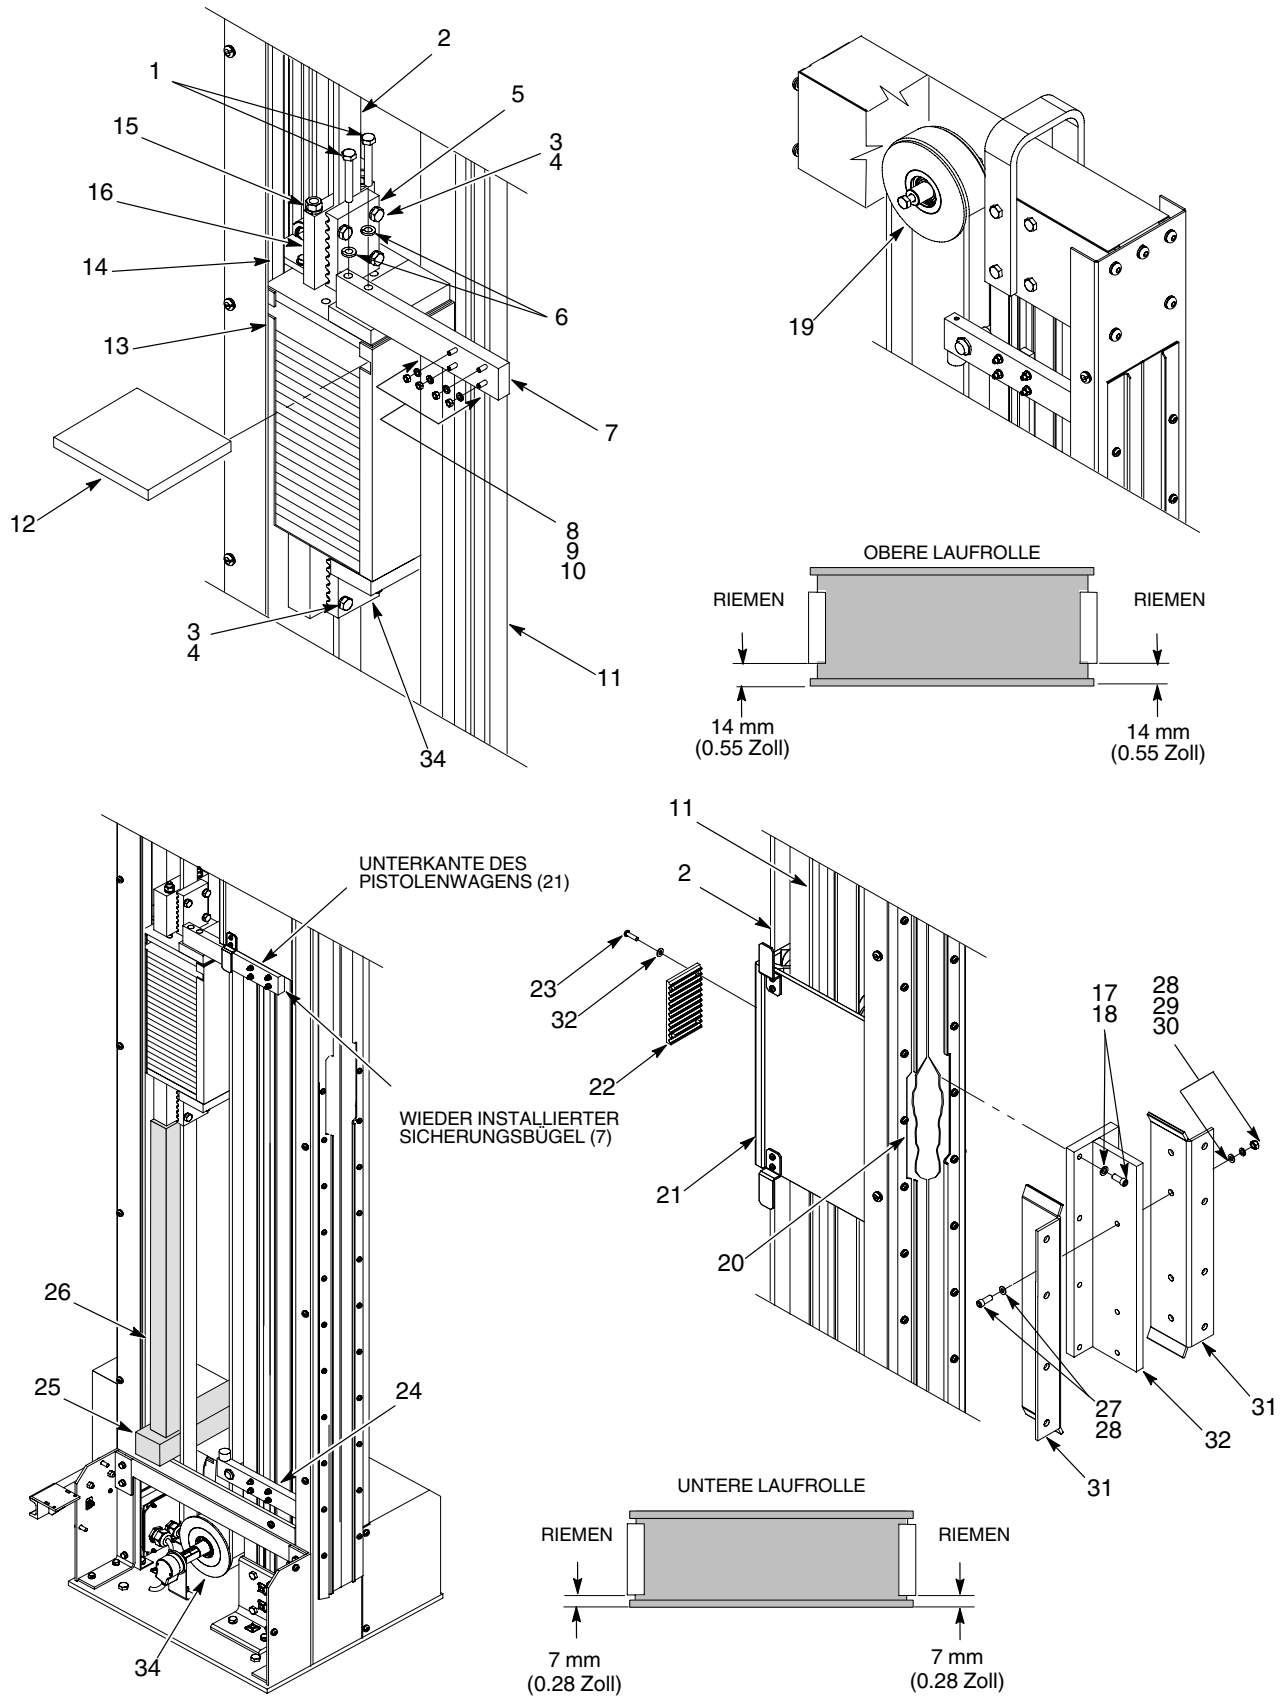

Abb. 18 Pistolenwagenbefestigung installieren
1. Siehe Abbildung 18. Den Riemen installieren: